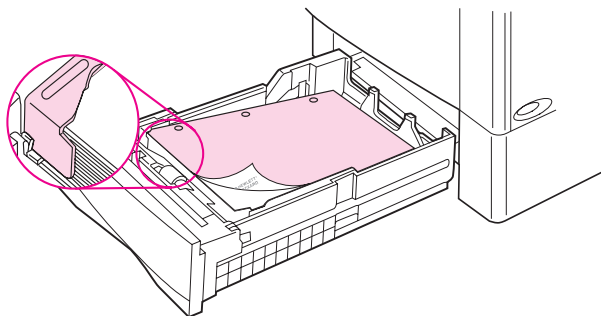

图 12 所有其它纸盒的纸张方向
- 把标签装进纸盒 1，打印面朝上，顶边、短边朝打印机。有关其它打印机的方向，参见 46 页上的图 12。
- 其它纸盒可装 50 到 100 张透明胶片。因为透明胶片比纸张重，不要将纸盒装满。有关其它纸盒的装载方向，参见 46 页上的图 12。